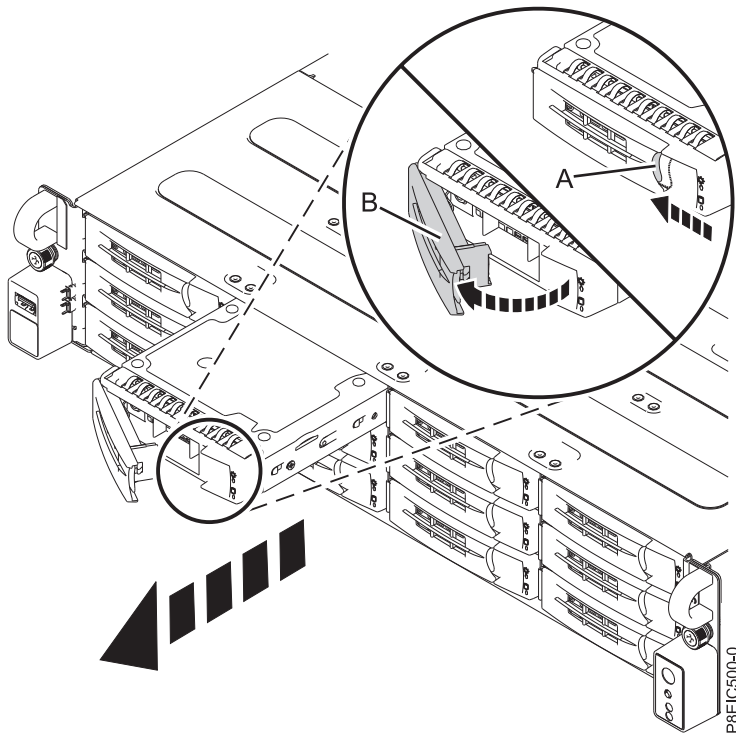

図 1. 前面ドライブ・トレイの取り外し
4. ハンドル・リリース (A) を、示されている方向に押して、ドライブ・トレイのハンドルをアンロックします。ハンドル (B) が音を立てて手前に開きます。ハンドルが完全に開いていない場合、ドライブ・トレイをシステムから取り出すことができません (図 1 を参照)。